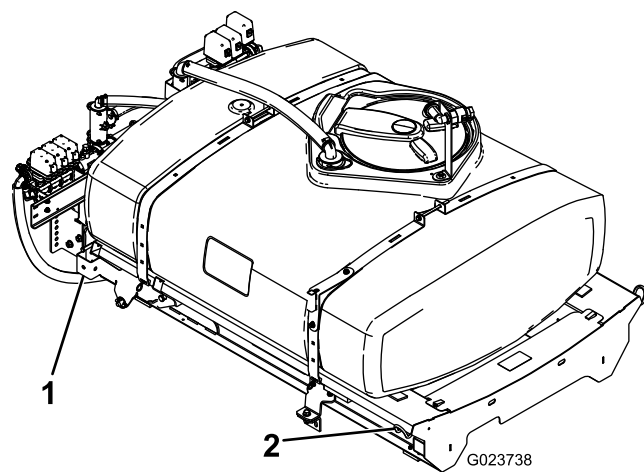

Figura 8
1. Utilizando um elevador, eleve o patim do depósito (Figura 8) e posicione-o por cima da estrutura do veículo com os conjuntos da válvula e da bomba voltados para trás.